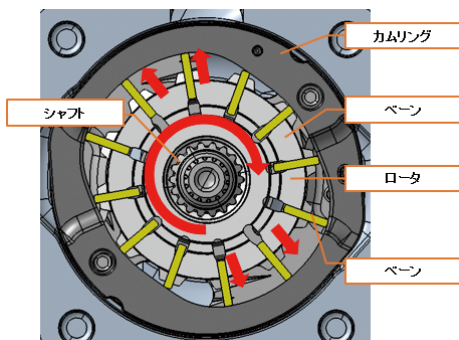

図1 ベーンポンプ断面
- ①エンジンからの駆動力がシャフトを介してロータを回転させる。
- ②ロータが回転すると溝に挿入されているベーンが遠心力とベーン背面に導かれたポンプ内圧によって放射線状に飛び出す。
- ③飛び出したベーンがカムリング内面のカムカーブ (楕円形状) に沿って摺動する。
- ④カムリング/ロータ/ベーンで形成された油室体積の増減で油を吸入し、吐出する。
- これら部品及び動作を図1に示す。